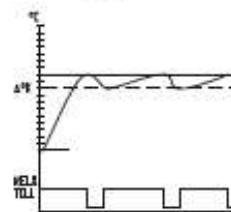

Fig. 2
Vrid potentiometer ④ medols för större hysteres. Min. läge=1°C, Max. läge=10°C. Se Fig. 2.